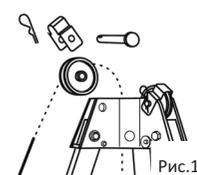

Рис.10
2. После установки лябедки с кронштейном трос укладывается в направляющий ролик на головной части трипода и фиксируется от смещения специальной скобой с фиксирующим штифтом. (рис.10)